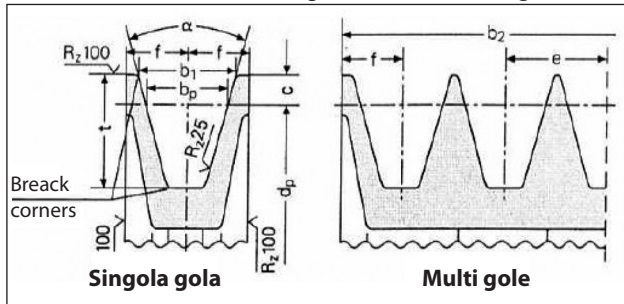

Fig. 8
- a) Utilizzare pulegge per cinghie trapezoidali con le dimensioni della gola prescritte /consigliate dal costruttore della cinghia utilizzata. In mancanza di indicazioni attenersi alla Fig. 8 e alla tabella di Fig. 9.